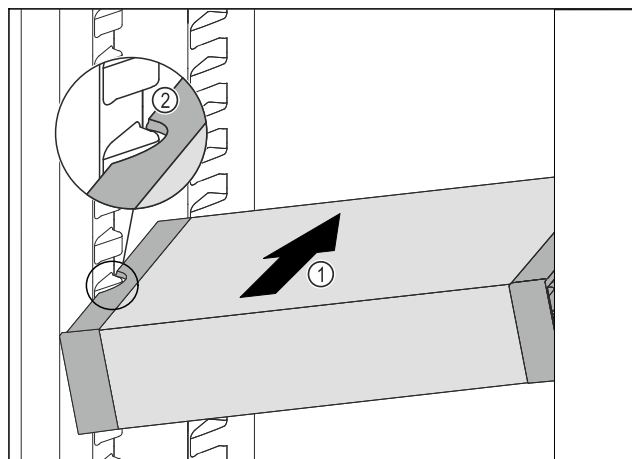

Fig. 207
- Zasuňte VarioSafe do chladničky pod úhlem tak Fig. 207 (1), aby vybrání na bocích Fig. 207 (2) VarioSafe byla na úrovni žebrování na nádoby v chladničce.